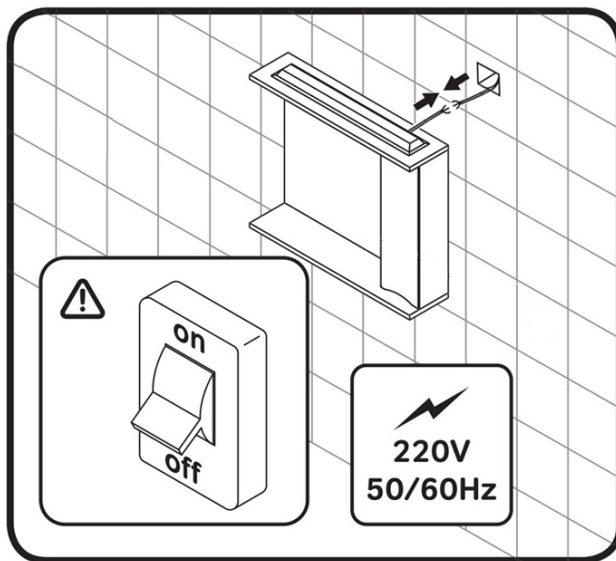

РИС.4 ПОДКЛЮЧЕНИЕ ПОДСВЕТКИ
- Следующим этапом идет подключение подсветки зеркала к уже выведенному из стены проводу на 220V (рис.4) (если в вашей модели не предусмотрена подсветка, то стоит исключить этот пункт). На данном этапе мы советуем обратиться к специалистам.